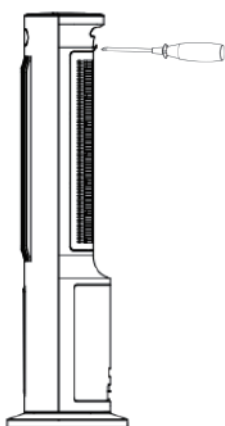

Abb.1
1. Wie in Abb.1 gezeigt, öffnen Sie zuerst die Klappe des Wassertanks oben am Gerät und füllen dann langsam Wasser aus dem oberen Wassertank ein. Füllen Sie nicht zu schnell ein, um zu verhindern, dass das Wasser schnell zu den elektrischen Komponenten im Gerät überläuft, was zu einer gefährlichen Situation führen könnte. Hören Sie auf, Wasser einzufüllen, wenn der Wasserstand die „max“-Linie erreicht hat.